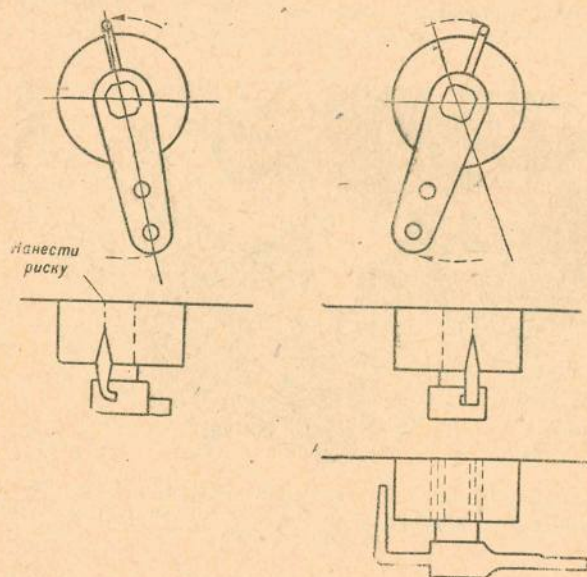

Рис. 116. Схема регулировки замка коробки перемены передач
19. Для разметки замка коробки перемены передач надо поставить шестерню II и IV передач на неполное включение II передачи, пометить цилиндрическую поверхность корпуса замка (слева по ходу машины) и, повернув рычаг доотказа в любом направлении, нанести против стрелки рычага отметку (рис. 116). Повернув рычаги в противоположном направлении, также нанести отметку. Поставив шестерню II и IV передач в нейтральное положение, проделать последовательно эти операции и с остальными двумя шестернями.